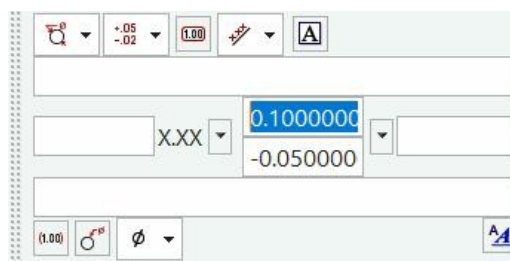
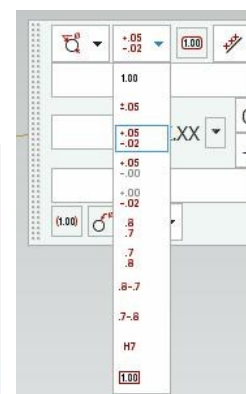

рис.162
рис.163
- Чтобы кроме самого размера поставить и **допуски** сначала кликните два раза по самому размеру (ещё без допусков). В ответ появится небольшое диалоговое окно (рис.162). Кликните по второй слева пиктограмме в верхнем ряду (рис.163), и выберите нужный формат простановки допусков. А значения этих допусков укажите в центре окошка (рис.162).